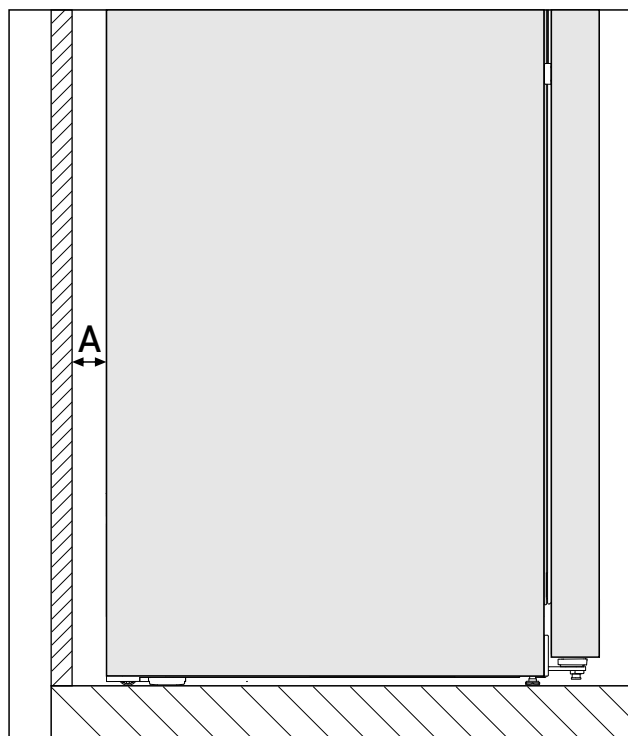

Fig. 3*
Az energiafogyasztás megállapítása a készülék hátoldala és a fal közötti Fig. 3 (A) távolság mellett történt. Ha a faltól való távolság kevesebb mint Fig. 3 (A), az nincs hatással a készülék működőképességére, viszont ha túl csekély a faltól való távolság, az kis mértékben megnöveli a készülék energiafogyasztását.